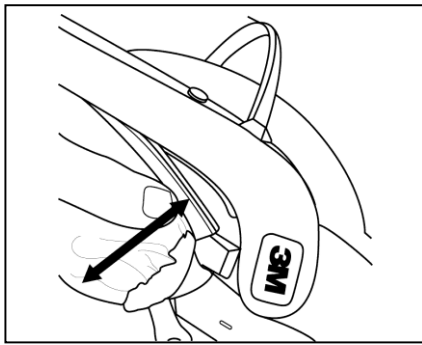

图: 13c
- 捏住黑色面部密封垫圈, 同时将其小段地慢慢地垂直拉出, 按照此方法拆除面部密封 (图13c)。
- 在面部密封衬上, 找到缝接在弹性带上的织物拉环一端。握住面部密封衬使其此端朝上, 拿着面部密封衬上的黑色垫圈和视窗框中的凹槽边沿对齐。从一侧边沿开始, 稳固地将垫圈逐段地按压进凹槽中, 按照此方法装完面部密封圈 (图13c)。所有垫圈凸纹都应该完全地插入凹槽中。